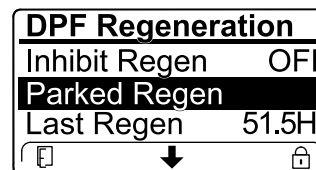

Figura 87
- Si el ordenador del motor solicita una regeneración de recuperación o si está procesando una regeneración de recuperación y se desplaza hasta la opción PARKED REGEN (Regeneración con la máquina aparcada), la regeneración con la máquina aparcada se bloquea y aparece el icono del candado (Figura 87) en la esquina inferior derecha del InfoCenter.